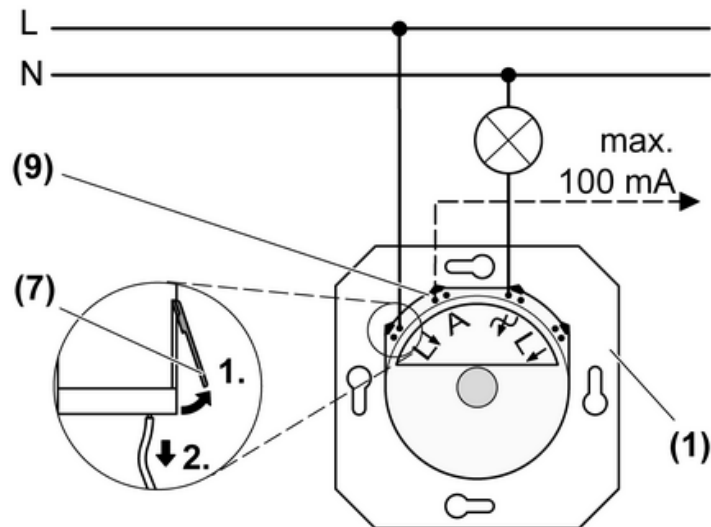

Bild 2: Anschlussplan
- (1) Dimmer
- (7) Anschlussleitung aus Steckklemme lösen
- (9) Steuerausgang **A**
- Dimmer (1) gemäß Anschlussplan anschließen (Bild 2).